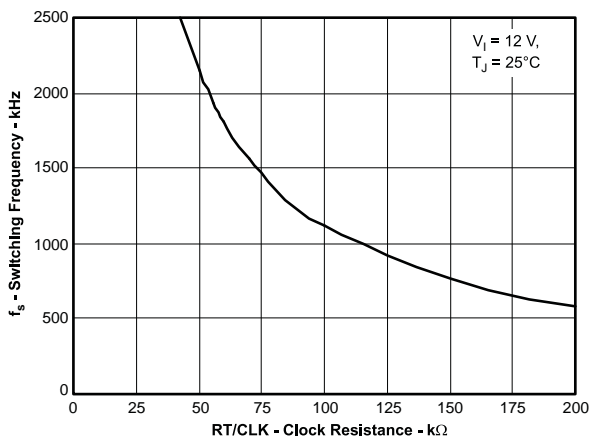
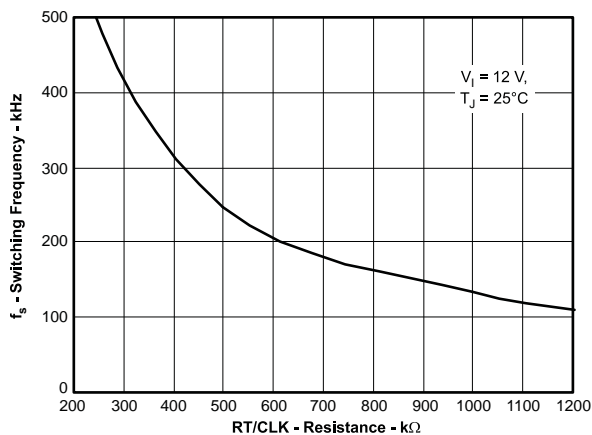

図 40. 高周波数レンジのRT
図 41. 低周波数レンジのRT
TPS54060Aのスイッチング周波数は、RT/CLKピンに抵抗を接続することで、約100kHz～2500kHzという広い範囲にわたって調整可能です。RT/CLKピンの電圧は標準で0.5Vであり、スイッチング周波数を設定するにはグランドとの間に抵抗を接続する必要があります。特定のスイッチング周波数に対するタイミング抵抗を決定するには、式 (11) を用いるか、図40または図41の曲線を使用します。ソリューション・サイズを小さくするには、一般にスイッチング周波数をできるだけ高く設定しますが、電源効率、最大入力電圧、および最小制御可能オン時間の間でトレードオフを考慮する必要があります。
2つの値のうち小さい方を選択し、多少の余裕を取って、500kHzのスイッチング周波数を使用します。特定のスイッチング周波数に対するタイミング抵抗を決定するには、式 (11) を用いるか、図40の曲線を使用します。